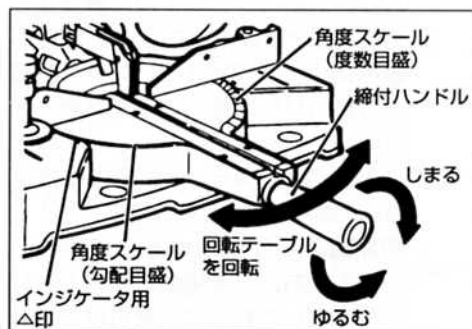

図26
- (1) 回転テーブルを回転させる左45°、右57°までの角度切断ができます。締付ハンドルをゆるめ、回転テーブルをまわし、回転テーブルの角度スケールをベースの△印に合わせます。(図26) 希望の角度に設定した後、締付ハンドルを締め回転テーブルを固定してください。